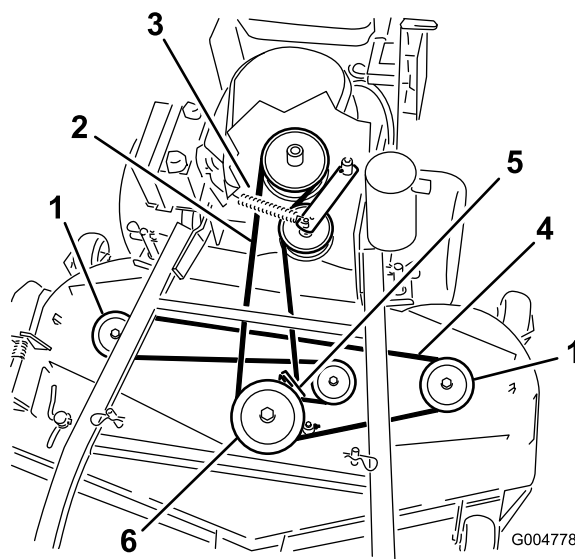
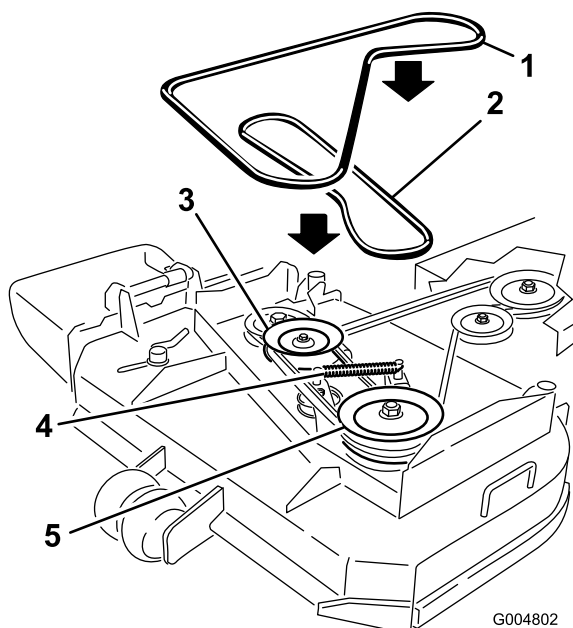

Figure 62
Figure 63
6. Décrochez le ressort du bras de la poulie de tension pour réduire la tension sur le bras et la poulie de tension, puis enlevez la courroie usagée (Figure 62 ou Figure 63).
7. Placez une courroie neuve autour des deux poulies d'axe extérieures, de la poulie de tension et dans la gorge inférieure de la poulie d'axe double (Figure 62 ou Figure 63).
8. Raccrochez le ressort du bras de tension (Figure 62 ou Figure 63).
10. Réglez l'écartement entre le guide et la courroie à 3 mm (1/8 po) (Figure 62 ou Figure 63).